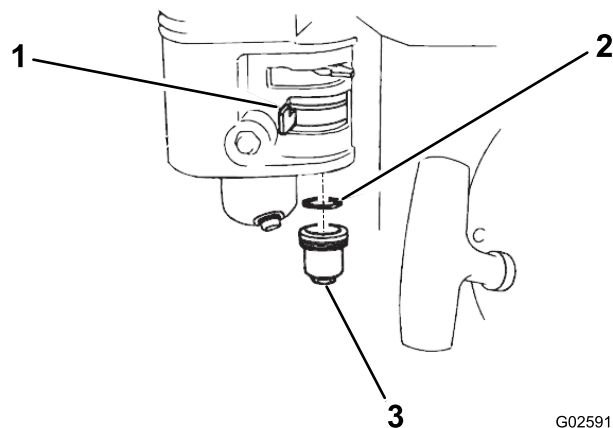

Figura 34
1. Spostate la valvola di intercettazione del carburante in posizione di SPEGNIMENTO e togliete la vaschetta di sedimentazione del carburante e l'O-ring (Figura 34).